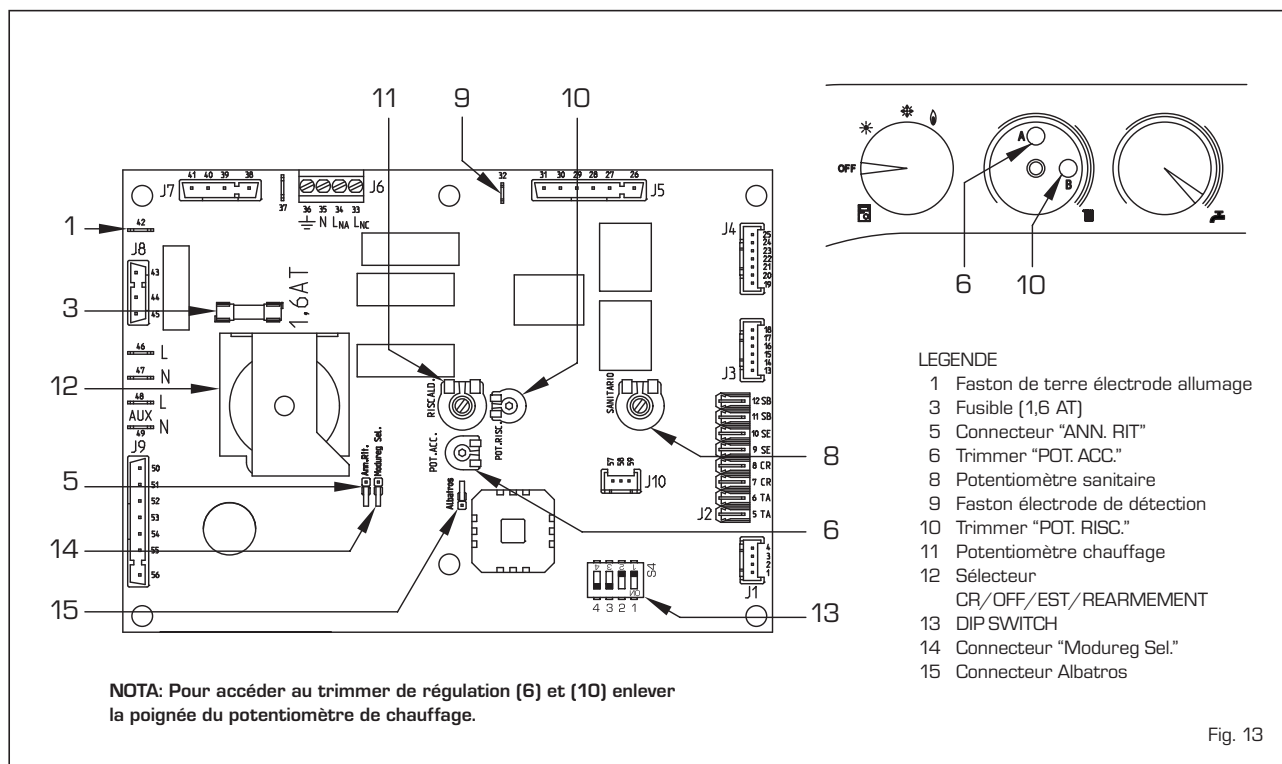

Fig. 13
- **Trimmer "POT. ACC."** (6 fig. 13)
- **Connecteur "ANN.RIT"** (5 fig. 13)
- **DIP SWITCH** (13 fig. 13)
- **Connecteur "Modureg Sel."** (14 fig. 13)
– **Connecteur "Albatros"** (15 fig. 13)